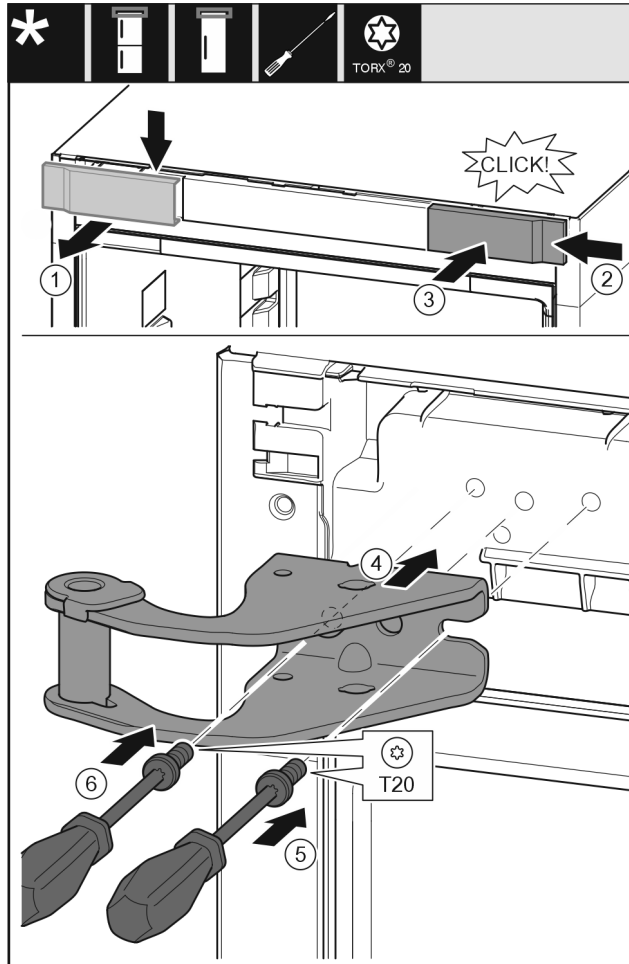

Fig. 14
- Irrota suojus ylöspäin eteen. Fig. 14 (1)
- Ripusta suojus paikoilleen 180° käännettynä toiselle puolelle oikealta. Fig. 14 (2)
- Anna suojuksen lukittua paikoilleen. Fig. 14 (3)
- Aseta ylempi laakeripukki paikoilleen. Fig. 14 (4)
- Aseta ruuvi paikoilleen T20-ruuvimeisselillä ja kiristä se. Fig. 14 (5)
- Aseta ruuvi paikoilleen T20-ruuvimeisselillä ja kiristä se. Fig. 14 (6)